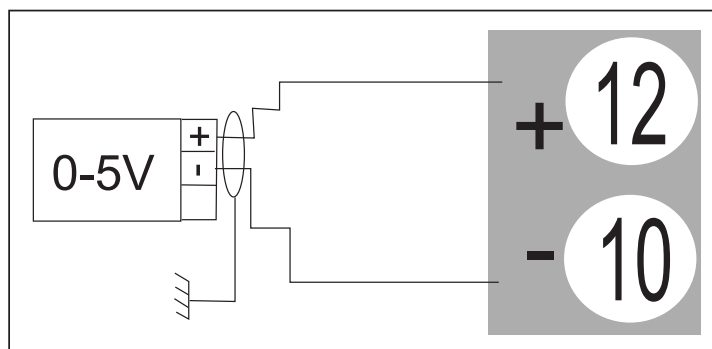

Figura II.6 – Conexão para entrada de tensão de 0-5V
Deve-se aplicar a entrada de tensão de 0-5V aos bornes 12(+) e 10(-), como mostrado na Figura II.6.
8. O usuário deverá colocar a entrada de tensão “0-5V” na borneira de acordo com a Figura II.6.